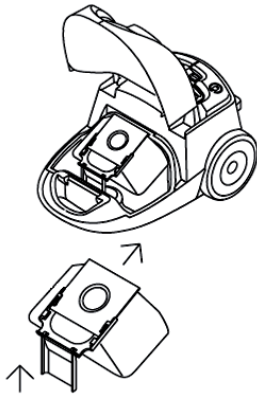

Figure 4
1. Ouvrez le couvercle (10) à l'aide du bouton d'ouverture (11) situé à l'avant.
2. Soulevez le support du sac (18) comme indiqué sur la figure 4. Tirez sur la partie en carton du sac (17) pour le retirer de son logement.